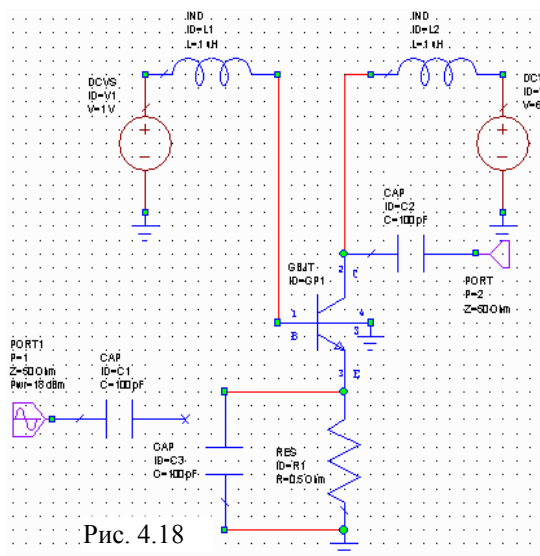

Рис. 4.18
- Нажмите и удерживайте клавишу **Ctrl**. Нажмите левой кнопкой мышки на выбранные элементы и, не отпуская кнопки мышки, перетащите их влево от электрической цепи, чтобы разорвать связь между **CAP ID=C1** и транзистором, как показано на рис. 4.18.